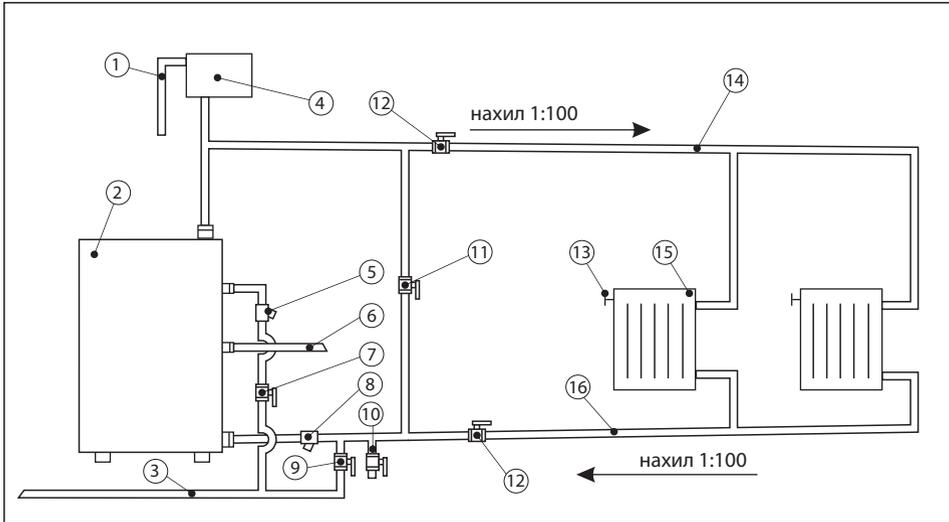

Рис. 6. Варіант схеми монтажу котла в системі опалення з природною циркуляцією теплоносія.
Для досягнення максимальної продуктивності другого контуру, між входом і виходом теплоносія з котла необхідно встановити перепускную трубу (рис. 6). Це дає можливість отримати максимальну ефективність роботи водонагрівача, регулюючи подачу теплоносія в системи опалення.
При роботі котла для підігрівання води в літній період необхідно крани (поз. 12, 14, рис.6), закрити повністю, а кран (поз. 13, рис.6), встановлений на перепускній трубі, відкрити повністю.
Розширювальний бак повинен бути розміщений у вищій точці системи опалення. Контроль заповнення системи водою здійснюйте по переливному патрубку (поз.1, рис.6). Об'єм розширювального бака повинен бути не менше 8% від об'єму опалювальної системи.
7.1.4. Пуск і робота котла (рис.6).